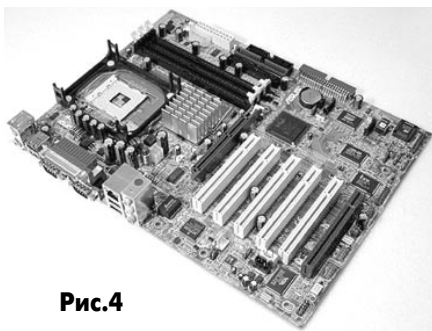

Рис.4
**ASUS P4PE (рис.4).** Относительно компактная плата ASUS P4PE на вышедшем в октябре прошлого года чипсете Intel 845PE с поддержкой одноканальной памяти DDR333 функционально является одной из самых "продвинутых" плат ASUS. Помимо стандартных функций USB 2.0, плата имеет на борту гигабитный Ethernet на BCM5702 (опционально) и шестиканальный аудиокодек AD1980. Три слота DIMM с линейным стабилизатором питания вмещают до 2 Гбайт памяти DDR333/266. Плата поддерживает процессоры 3,06 ГГц с технологией Hyper-Threading. Setup ее богат настройками быстрой работы памяти и возможностями разгона. Плата показывает превосход-